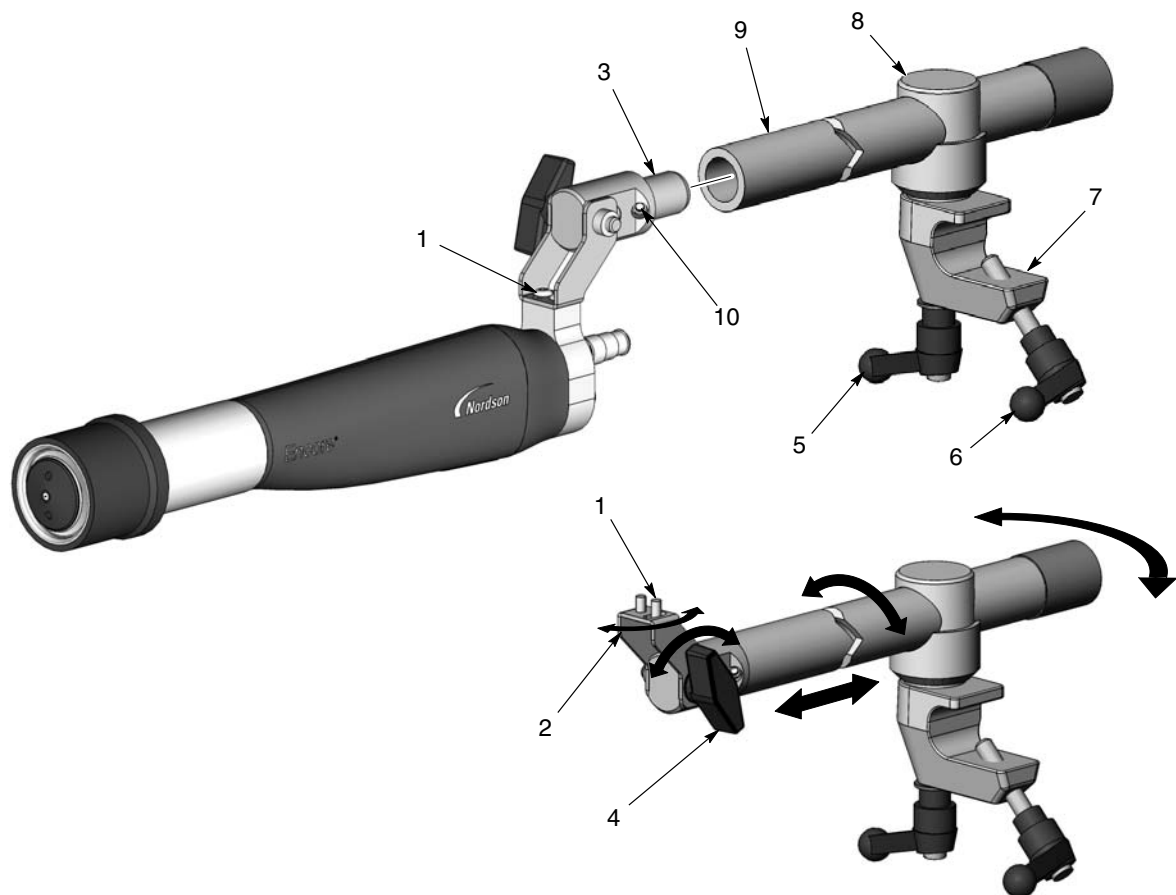
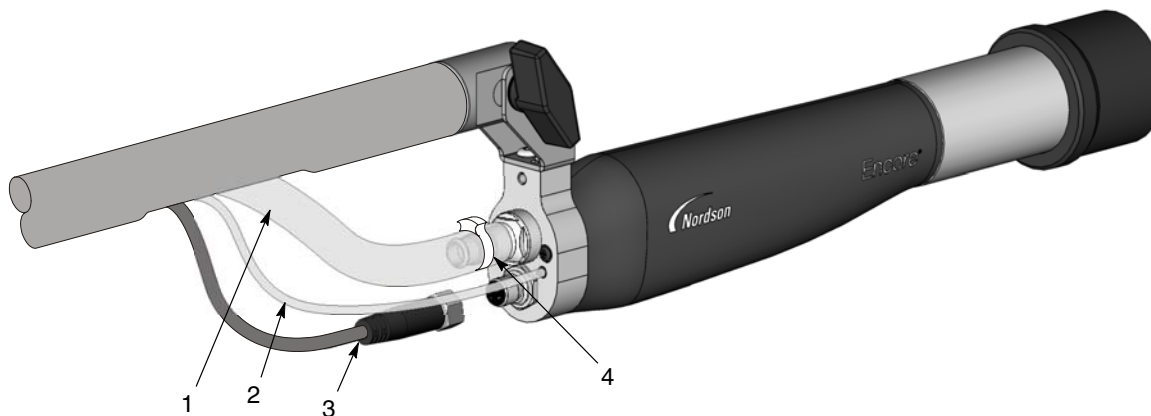

Bild 3 Standard montering av pistol vid ledat stångfäste
Bild 5 Pistolanslutningar
1. Se bild 3. Stick in röradptern (3) i änden på justerstången (9) och fixera den med stoppskruven (10) med en 4-mm insexnyckel.
- För att vrida pistolspetsen från sida till sida, lossa den rundkulliga skruven (1).
- För att vinkla pistolspetsen uppåt eller nedåt, lossa vinklingsvredet (4).
- För att vrida justerstången, eller för att skjuta den fram eller tillbaka, lossa låsspaken (5).
2. Placera klämman (7) på en 1-tums montagestång och drag åt klämmans fästspak (6).
3. Bunta ihop pulverslangen, den 4-mm transparenta slangen för elektrodens spolluft samt pistolkabeln och fäst dem på justerstången med Nordson Velcro buntband. Anslut dem till spraypistolen så som visas i bild 5.
1. Skruva av och ta bort vredet och brickan (5, 4) från pistolens klämfäste (3).
3. Skjut på änden på den nya adaptorn (2) in i pistolens klämfäste och rikta in hålet i änden på röradaptorn med hålen i pistolens klämfäste.
5. Se bild 5. Drag in (i den följande ordningen) pistolkabeln, den 4-mm transparenta slangen för elektrospolning och pulverslangen genom monterörret och ut genom urfräsningen. Anslut dem till spraypistolen så som visas i bild 5.